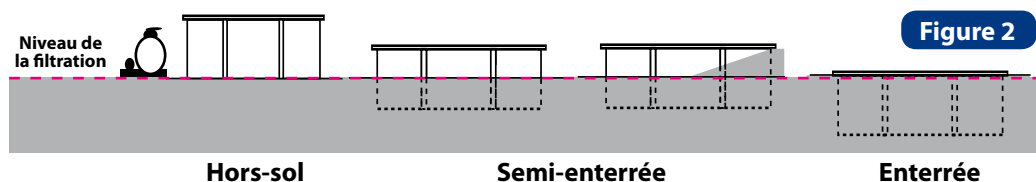

Figure 2
- Décapez votre terrain selon la forme de votre bassin et figure 2. (tolérance 1 cm sur la plus grande diagonale).